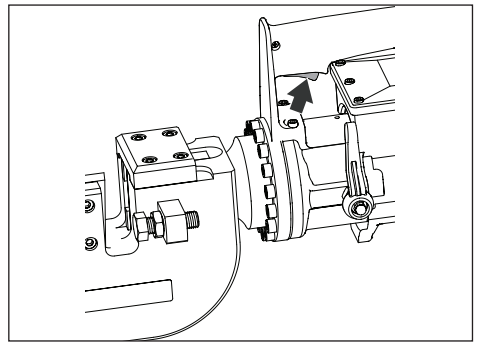

Figure 2, Bouton marche/arrêt (gâchette)
- Maintenez le bouton enfoncé pour faire avancer le piston et faire glisser la lame mobile vers l'avant. Voir les Figures 2 et 3.